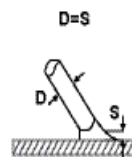
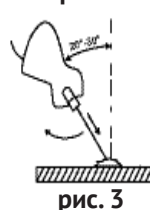

рис. 2
рис. 3
7.1.6 Как только произойдет зажигание дуги, электрод нужно держать на таком расстоянии S (см. рис. 2) от обрабатываемого материала, которое соответствует диаметру электрода D (см. рис. 2). Для получения равномерного шва далее необходимо соблюдать эту дистанцию по возможности постоянной. Также необходимо помнить, что наклон оси электрода должен быть примерно 20-30 градусов (см. рис. 3), для лучшего визуального контроля ведения сварочного шва.